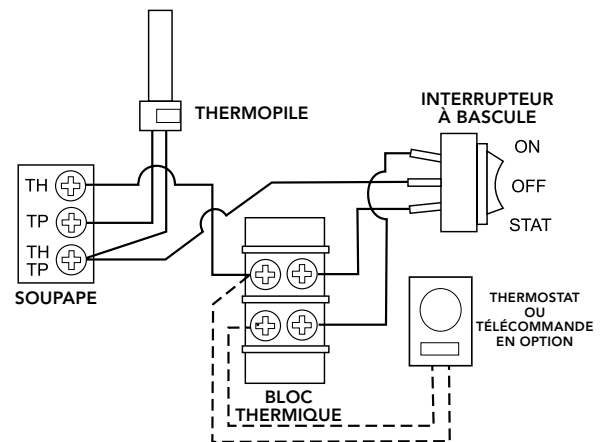

Figure 7.7. Schéma de câblage des accessoires de commande.
5. Raccordez les câbles du récepteur au bornier de raccordement comme indiqué sur la figure 7.7.
- Raccordez chaque fil du thermostat à un des deux connecteurs de raccordement ouverts situés à l'arrière du panneau de commande. Ne serrez pas trop les raccords. Voir la figure 7.7.